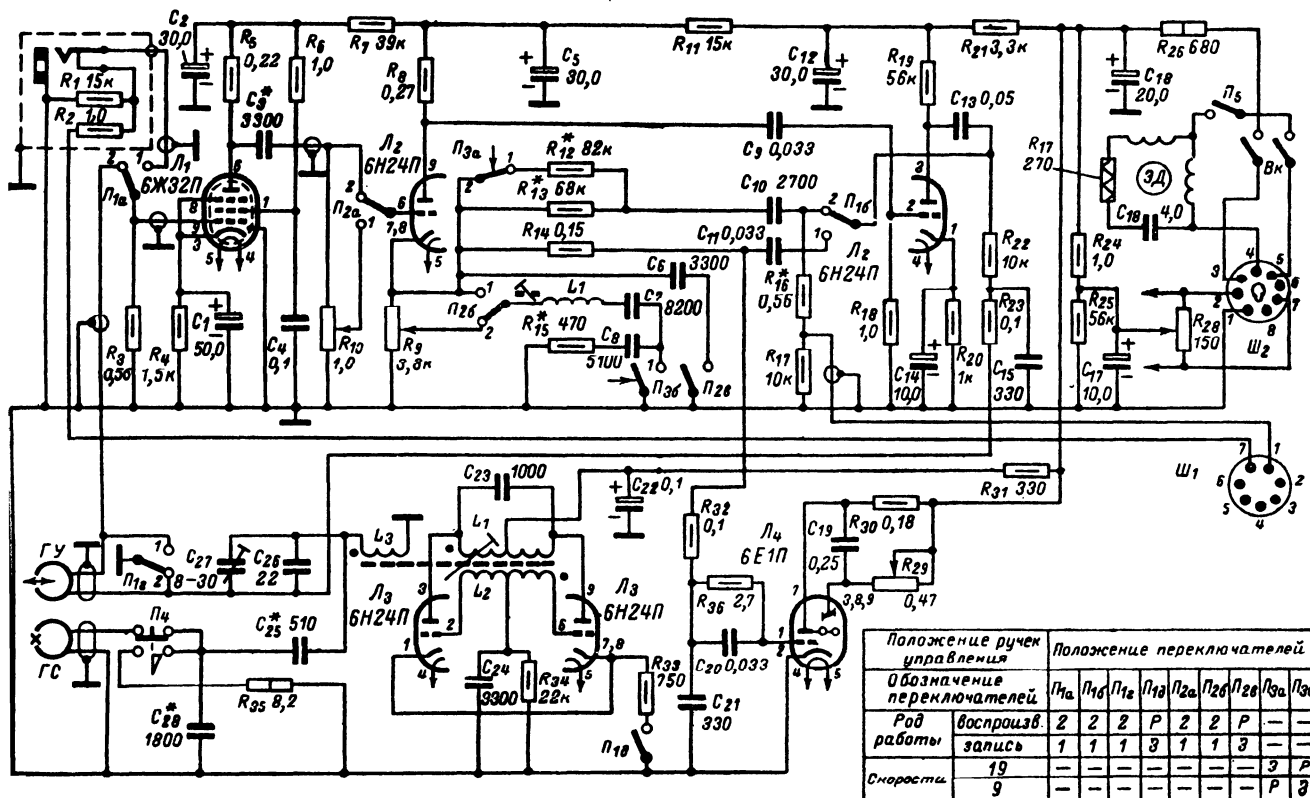

Рис. 199. Принципиальная электрическая схема магнитофонной панели «Вильняле».
**Усилитель, генератор.** Принципиальная электрическая схема магнитофонной панели приведена на рис. 199. Усилитель панели универсальный, трехкаскадный. В первом каскаде работает пентод 6Ж32П ( $L_1$ ). Второй и третий каскады собраны на двойном триоде 6Н24П ( $L_2$ ). Питание к двигателю и к лампам подается от блока питания радиоприемника через разъем  $Ш_2$ . При записи входное напряжение от микрофона или приемника магнитолы и звукоснимателя подается на управляющую сетку лампы  $L_1$  через переключатель  $П_{1a}$ . Уровень записи регулируют переменным резистором  $R_{10}$  по электронно-световому индикатору 6Е1П ( $L_4$ ). Выключателем этого резистора включается питание анодов ламп и электродвигателя. Частотная характеристика, зависящая от режима работы и скорости, корректируется цепями отрицательной обратной связи  $R_{12}R_{13}R_{14}R_{15}$  и  $C_{10}C_{11}C_6C_7C_8$ . Коррекция в зависимости от скорости изменяется выключателями  $П_{3a}-П_3$ .